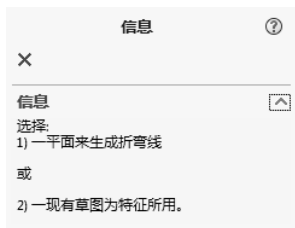

图 10-83 “绘制的折弯”提示信息
1) 单击“钣金”工具栏中的（绘制的折弯）按钮，或选择“插入”→“钣金”→“绘制的折弯”菜单命令，或者单击“钣金”面板中的“绘制的折弯”按钮。系统提示选择平面来生成折弯线或选择现有草图作为特征所用，如图 10-83 所示。如果没有绘制好草图，可以首先选择基准面绘制一条直线；如果已经绘制好了草图，可以单击鼠标选择绘制好的直线，弹出“绘制的折弯”属性管理器，如图 10-84 所示。